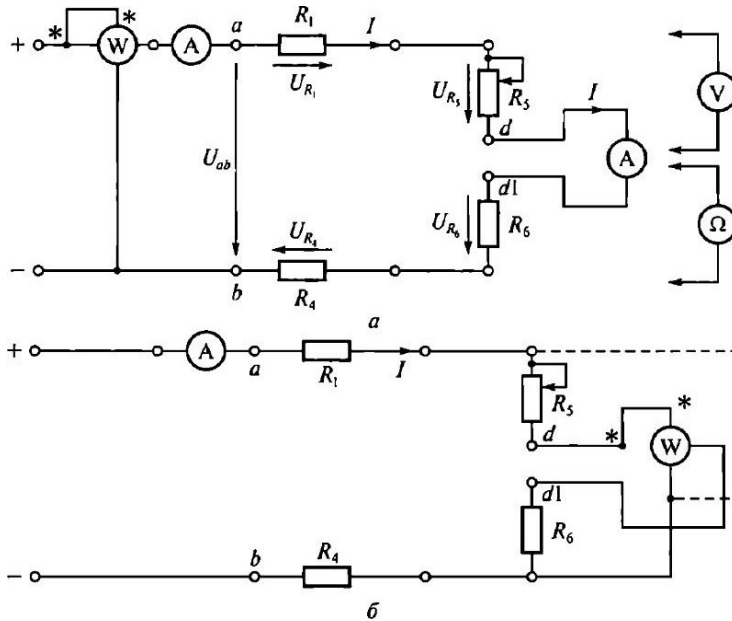

Рис. 2.1. Схемы ЭЦ постоянного тока для проверки:
3.2. Записать в протоколе испытаний применительно к ЭЦ, показанной на рис. 2.1, выражения для закона Ома, 2-го правила Кирхгофа и баланса мощностей.
3.5. Собрать ЭЦ в соответствии с рис. 2.1, а, установив вместо перемычки d — d1 миллиамперметр постоянного тока. После проверки схемы преподавателем подать в ЭЦ постоянное напряжение U_{ab} . Установить любое значение U_{ab} в пределах 10 ... 20 В и занести это значение в табл. 2.1.
3.8. Не изменяя сопротивления резистора R5 и напряжения питания U_{ab} , измерить с помощью ваттметра мощность, потребляемую каждым элементом ЭЦ и всей цепью (P_{ab}). Для этого токовую катушку ваттметра включать последовательно с исследуемой ветвью, в катушку напряжения — параллельно ветви (см. рис. 2.1, б). Результаты занести в табл. 2.1.
5.2. Записать в протоколе испытаний применительно к ЭЦ, показанной на рис. 2.1, выражения для закона Ома, 2-го правила Кирхгофа и баланса мощностей.
5.3. В табл. 2.4 даны значения сопротивлений ЭЦ, приведенной на рис. 2.1. Напряжение питания U_{ab} задается преподавателем.